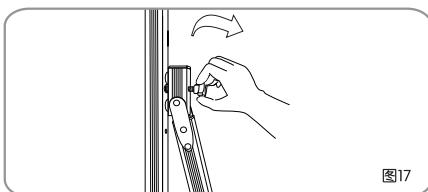
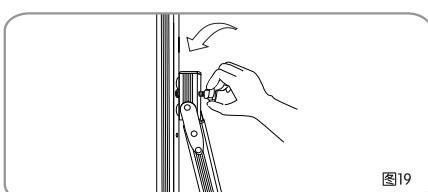

图17
图19
7. 拧开支承柱上的手轮螺母，拉开支承柱上的伸缩方管，拉开到合适的位置，选择适当的孔位，对准支承柱上相对应的孔位，拧上手轮螺母。(见图17-图19)